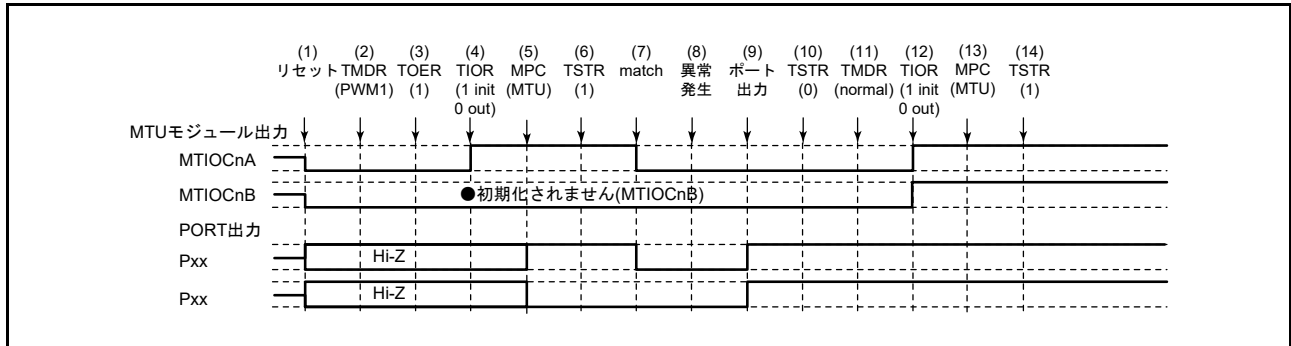

図 22.160 PWM モード 1 で異常が発生し、ノーマルモードで復帰する場合
PWM モード 1 で異常が発生し、再設定後ノーマルモードで再スタートする場合の説明図を図 22.160 に示します。
(1) ~ (10) は図 22.160 と共通です。
(11) PWM モード 1 で再スタートする場合には必要ありません。
(12) TIOR レジスタで端子を初期化してください (PWM モード 1 では MTIOCnB (MTIOCnD) 端子に波形が出力されません。出力すべきレベルがある場合は、I/O ポートのポート方向レジスタ (PDR)、ポート出力データレジスタ (PODR) で汎用出力ポートの設定をしてください)。
(13) MPC と I/O ポートのポートモードレジスタ (PMR) で MTU 出力としてください。
(14) TSTR (TSTRB) レジスタで再スタートします。
(11) PWM モード 2 を設定します。
(12) TIOR レジスタで端子を初期化してください (PWM モード 2 では周期レジスタに使用した TGR レジスタに対応する端子に波形が出力されません。出力すべきレベルがある場合は、I/O ポートのポート方向レジスタ (PDR)、ポート出力データレジスタ (PODR) で汎用出力ポートの設定をしてください)。
(14) TSTRA レジスタで再スタートします。
(11) 位相計数モードを設定します。
(12) TIOR レジスタで端子を初期化してください。
(14) TSTR レジスタで再スタートします。
- (11) 波形生成部の初期化のためノーマルモードを設定してください。
- (12) TIOR レジスタで PWM モード 1 の波形生成部を初期化してください。
- (13) TIOR レジスタで PWM モード 1 の波形生成部の動作を禁止してください
- (14) TOERA (TOERB) レジスタで MTU3、MTU4 (MTU6, MTU7) の出力を禁止してください。
- (15) TOCR1A、TOCR2A (TOCR1B, TOCR2B) レジスタで相補 PWM の出力レベルと周期出力の許可 / 禁止を選択してください。
- (16) 相補 PWM を設定します。
- (17) TOERA (TOERB) レジスタで MTU3、MTU4 (MTU6, MTU7) の出力を許可してください。
- (18) MPC と I/O ポートのポートモードレジスタ (PMR) で MTU 出力としてください。
- (19) TSTRA (TSTRB) レジスタで再スタートします。